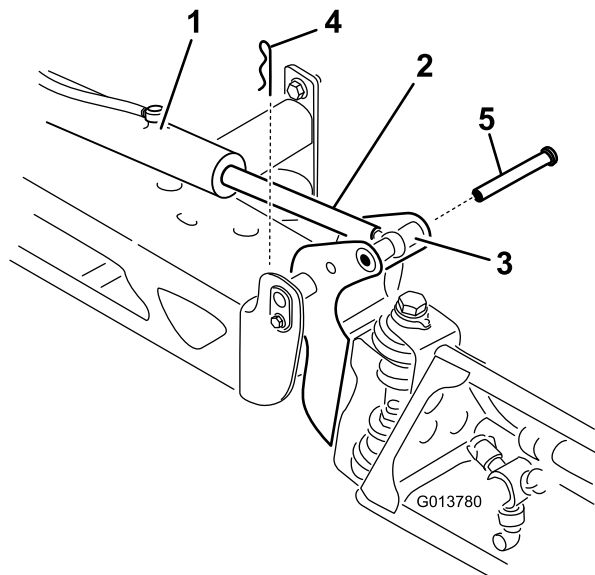

Figura 109
2. Îndepărtați cuiul spintecat de la fusul de basculare (Figura 109).
3. Ridicai braul i îndepărtați tiftul (Figura 109) i coborâi încet braul la sol.
9. În timp ce susineți braul, introduceți tiftul atât prin pivotul braului, cât i prin tijă dispozitivului de acionare (Figura 109).